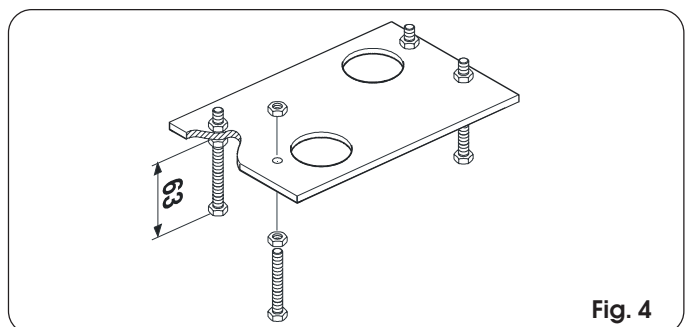

Fig. 4
- 1) Ensamble la placa de cimentación tal y como se indica en la Fig. 4.